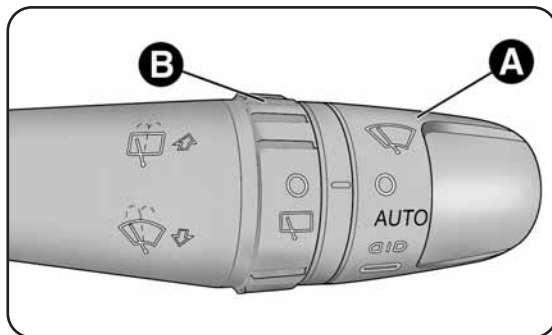

fig. 34
### ESSUIE-GLACE/LAVE-GLACE fig. 34
Pour activer le capteur, tourner la bague A-Fig. 34 en position "automatique" (commande AUTO): on obtient ainsi la régulation de la fréquence des balayages de l'essuie-glace en fonction de la quantité d'eau sur le pare-brise. La variation de la fréquence prévoit: aucun balayage (absence de pluie - vitre sèche) et jusqu'à la 2e vitesse continue (forte pluie - vitre mouillée).
Pour varier la sensibilité du capteur de pluie, tourner la bague A-Fig. 34.
- variation de la sensibilité (en tournant la bague A-Fig. 34 pour l'augmenter ou la réduire).
En tournant la bague B-fig. 34 de la position **O** à la position  on actionne l'essuie-lunette de la manière suivante: